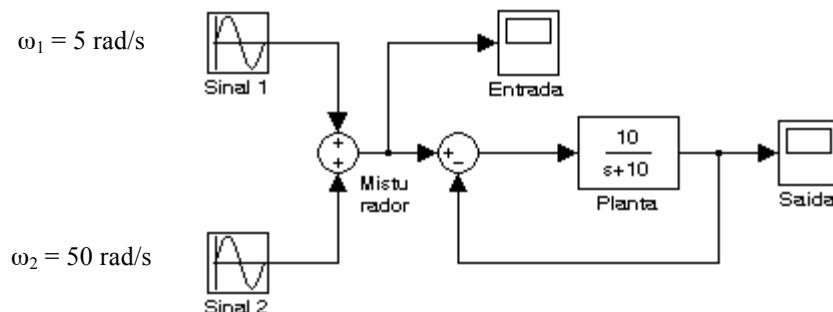

Figura 8.16: Sistema da atividade 8.2 e)
- e) Simule o comportamento do sistema mostrado na figura 8.16, analisando a saída do sistema em relação ao sinal de entrada, após o misturador. Descreva a atuação do sistema. Sugestão para o tempo total de simulação: 5 s.